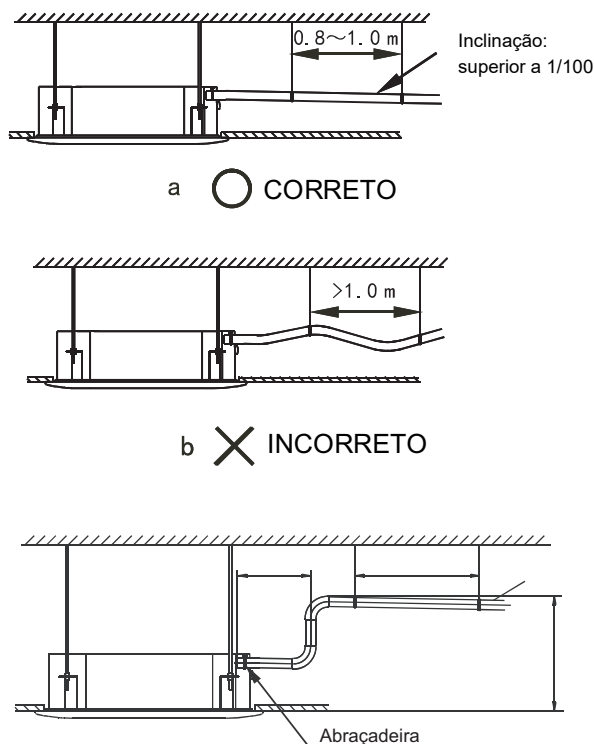

Fig.6-2
7) Caso a saída do tubo de drenagem seja mais alta que a saída de água do corpo principal, deve-se ajustar o tubo drenagem verticalmente para cima, utilizando o conjunto de ligação da saída de água. A altura do tubo de drenagem não deve ser superior à bandeja de condensados em 750 mm, se houver muito retorno de água enquanto estiver desligado poderá transbordar (ver a Fig. 6-2).